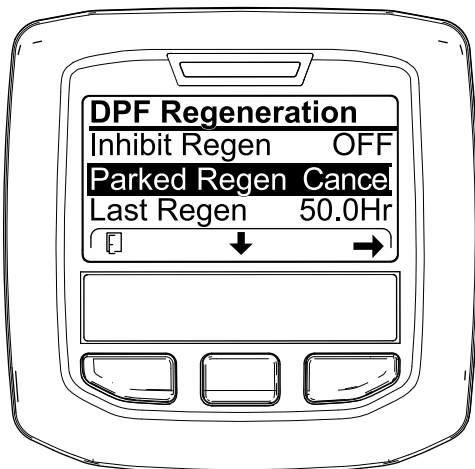
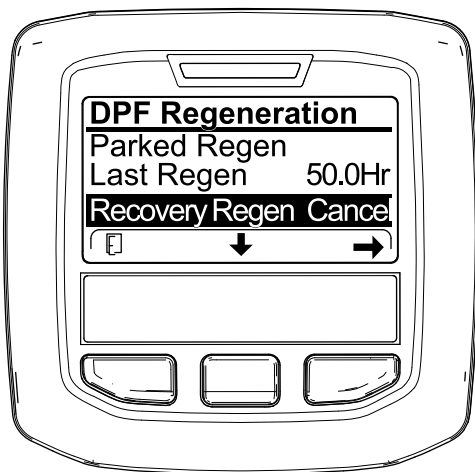

Figura 52
Figura 53
1. Aceda ao menu Regeneração do filtro de partículas de gásóleo (Figura 52).
2. Prima o botão central para ir até à opção CANCELAR REGENERAÇÃO EM ESTACIONAMENTO (Figura 52) ou CANCELAR REGENERAÇÃO DE RECUPERAÇÃO (Figura 53).
3. Pressione o botão direito para seleccionar a entrada Cancelar regeneração (Figura 52 ou Figura 53).